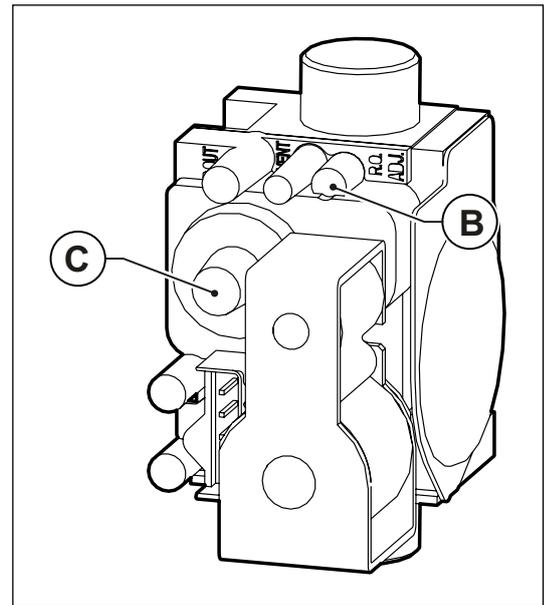

Рис. 30 Регулювання концентрації вуглекислого газу
- Відрегулюйте рівень вмісту вуглекислого газу (CO₂) в димових газах за допомогою відповідного регулятора **B** (дивись Рис. 30 Регулювання концентрації вуглекислого газу) та переконайтеся, що його значення знаходиться у межах, вказаних в Таб. 20 Вміст CO₂ в димових газах. Не виключаючи режим "сажотрус", перейдіть до наступного етапу - регулюванню на мінімальній потужності.
- Відрегулюйте рівень вмісту вуглекислого газу (CO₂) в димових газах, обертаючи гвинт «offset» **C** (дивись Рис. 30 Регулювання концентрації вуглекислого газу) та переконайтеся, що його значення знаходиться у межах, вказаних в Таб. 20 Вміст CO₂ в димових газах.